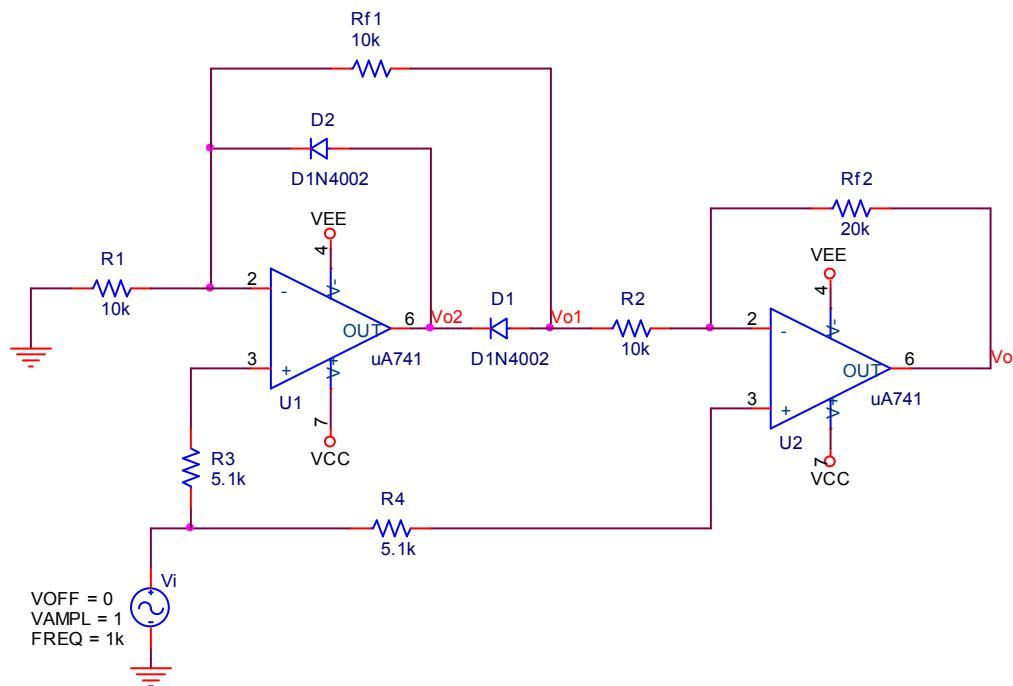

图 8.3.2 精密全波整流电路
8.3.2 精密全波整流电路如图 8.3.2 所示。求输出电压波形。